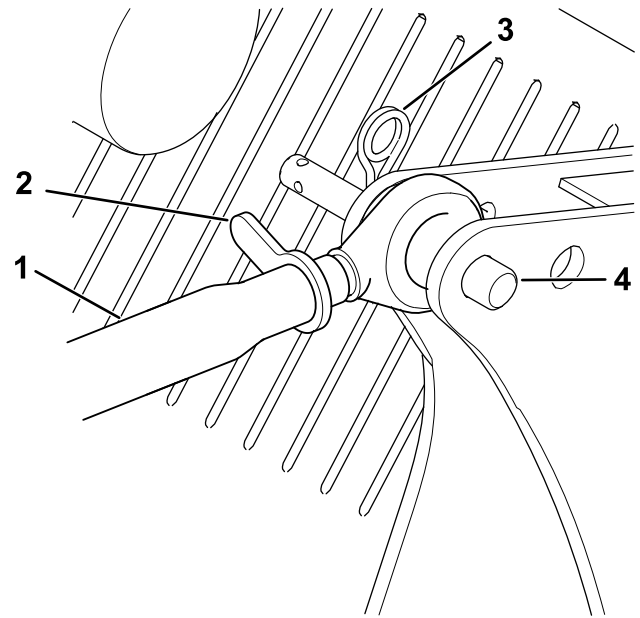

Figure 9
1. Accouplez le bras d'attelage supérieur au support et fixez-le en place avec l'axe d'articulation et la goupille fendue (Figure 9).